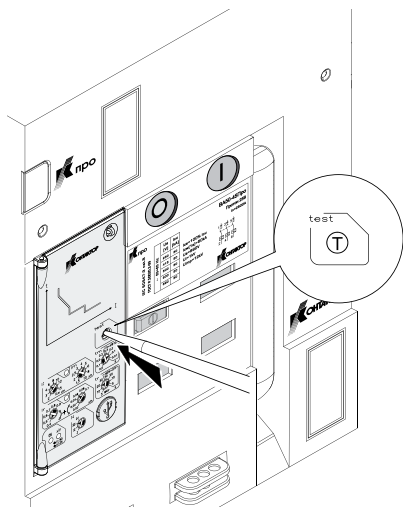

Рисунок 21. Кнопка проверки работоспособности электронного расцепителя
2.4.6.4 В правой части лицевой панели электронного расцепителя тока (см. рисунок 21) расположена кнопка проверки работоспособности выключателя и электронного расцепителя.